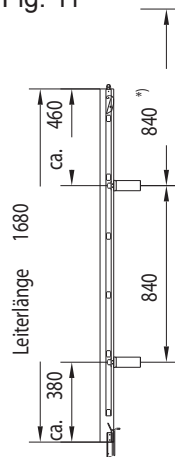

Fig. 12
a) Estribo de sujeción con guía para atornillar (fig. 12)